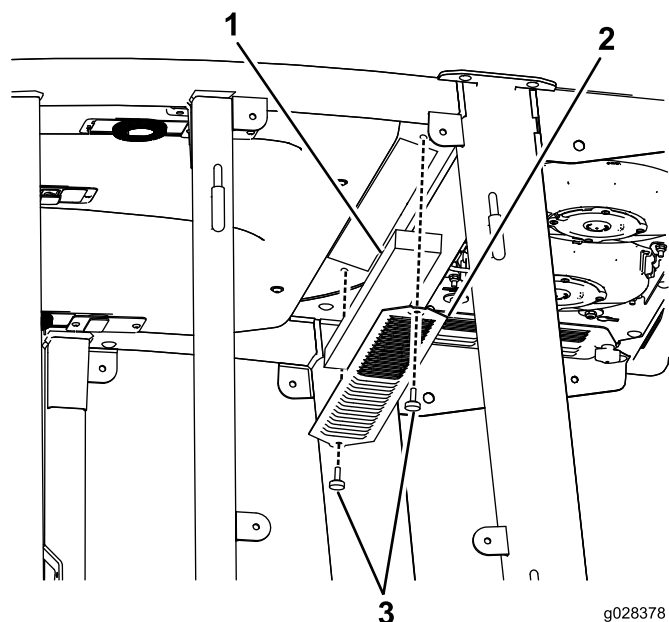
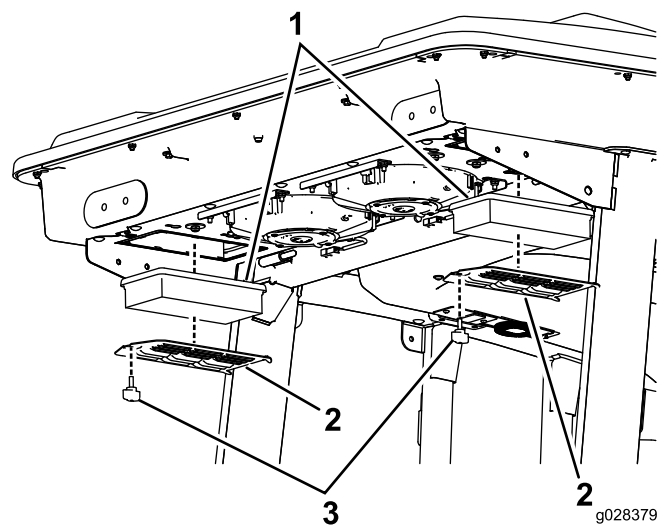

Figura 54
Figura 55
1. Rimuovete le viti e le griglie sia dal filtro dell'aria interno alla cabina, sia da quello sulla parte posteriore della cabina (Figura 54 e Figura 55).